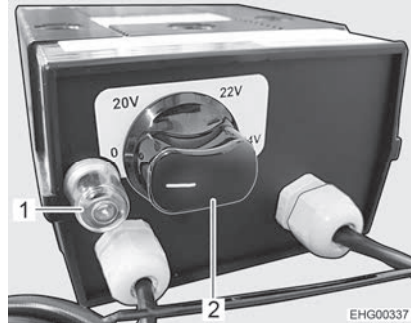

Bild 142 Regler für elektrische Fußbodenerwärmung
- Den Drehregler (Bild 142,2) auf die gewünschte Heizstufe drehen.
- Den Drehregler (Bild 142,2) auf Stellung "0" drehen.
Wenn der Regler überlastet wird, spricht der Überlastungsschutz an. Der Stift (Bild 142,1) springt heraus.
- Den Stift (Bild 142,1) am Überlastungsschutz eindrücken, wenn der Regler abgekühlt ist.